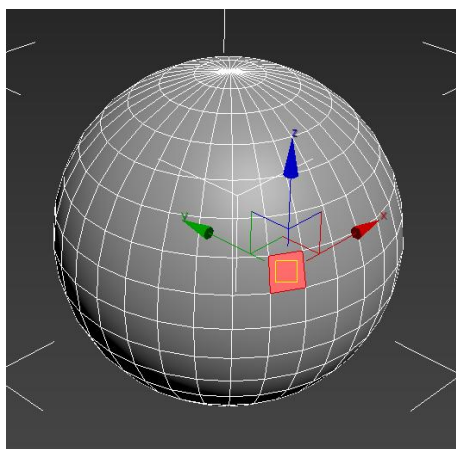

Рисунок 41 – Режим редактирования полигонов
4. Режим редактирования полигонов (**Polygon**) – позволяет манипулировать плоскостями объекта (рисунок 41)